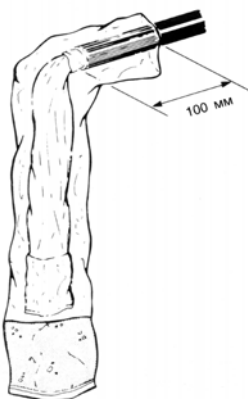

Рис. 3.3. Введение конца кабеля в рукав со смывкой.
3.2.5. Срезать верхнюю часть рукава со смывкой и ввести в него конец кабеля (рис. 3.3). Рукав должен заходить на оболочку кабеля на 100 мм.